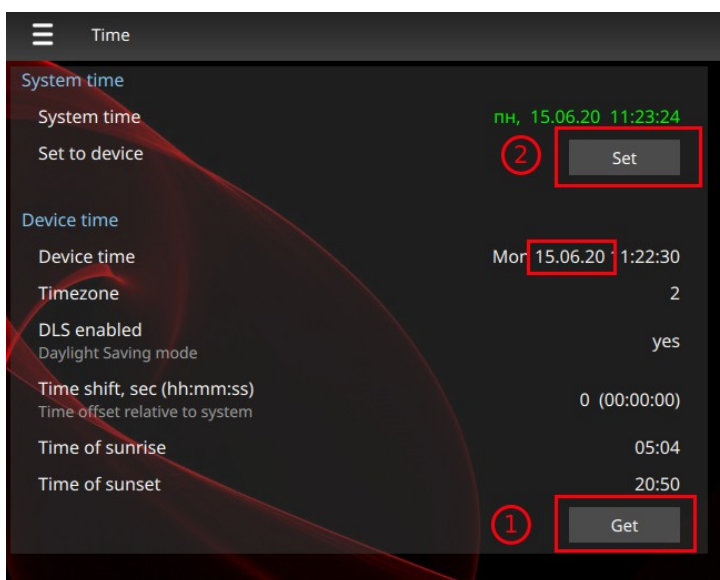

Рисунок 7
- ✓ кнопкой **Get** вычитать информацию с устройства (рисунок 7 — действие 1)
- ✓ установить в устройство системное время нажатием кнопки **Set** (рисунок 7 — действие 2)